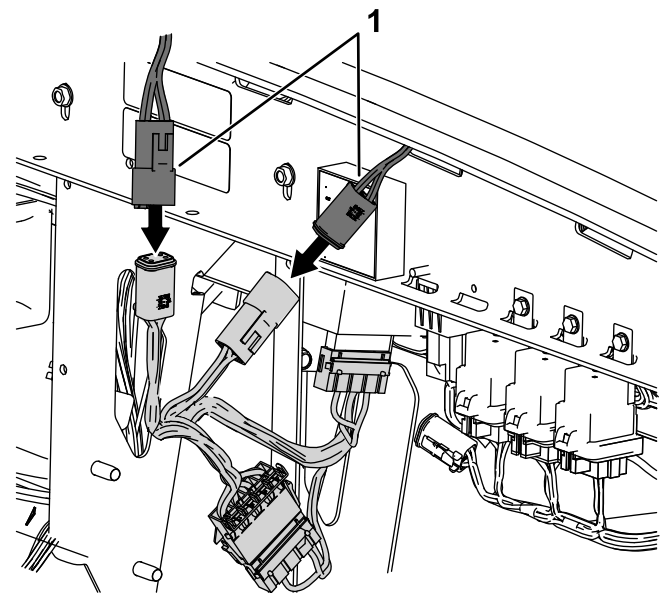

Figura 26
5. Ligue a ficha quadrada solta na cablagem do conversor de alimentação à cablagem do adaptador da cabina (Figura 26).
6. Ligue a tomada quadrada solta na cablagem do conversor de alimentação à cablagem do adaptador da cabina (Figura 26).